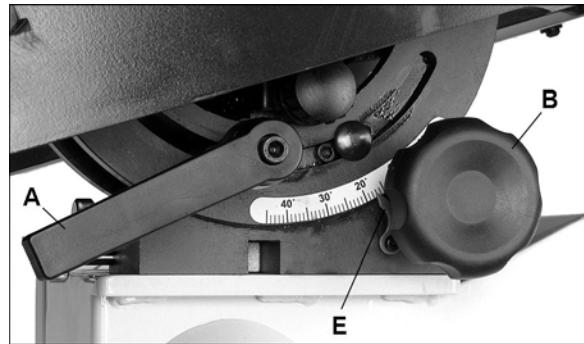

Рис. 15.
См. Рис. 15.
- Затяните гайку (D), чтобы зафиксировать положение стола.
- Затяните ручку фиксации (A).
- Проверьте, чтобы указатель шкалы (E, Рис. 15) располагался на нуле. При необходимости ослабьте винт указателя и сдвиньте его на ноль. Снова затяните винт.